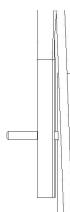

Abb. 2C
- b) Verbinden Sie den oberen Griff und den unteren Bügel mit dem Verriegelungsknopf. (Abb. 2C/Abb. 2D/Abb. 2E)